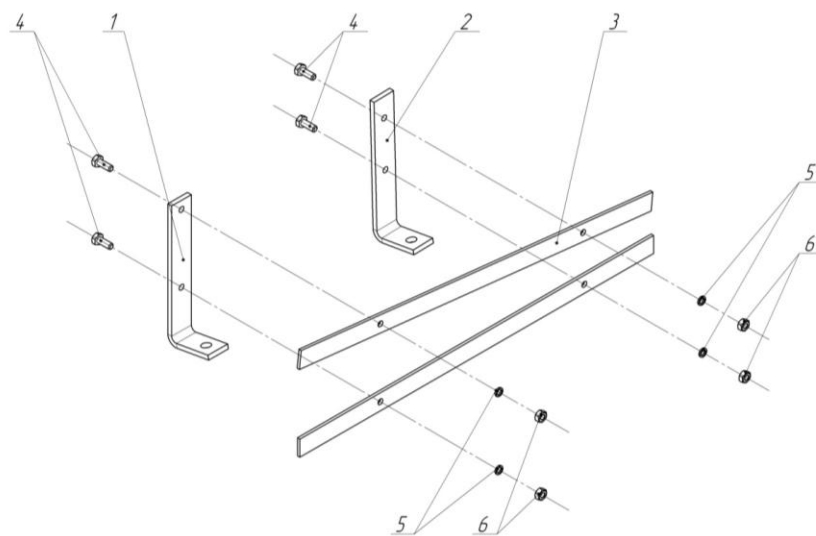

Рис. 3.
Составные части показаны на рис. 3.
2. Используя болты (4), шайбы (5) и гайки (6) собрать две лопасти как показано на рис. 3. Затяжку болтовых соединений произвести от руки.